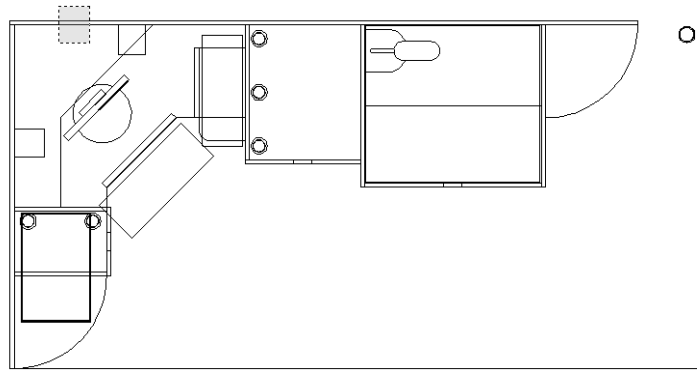

Рис. 6.12 ▼ Для выделения обеих горизонтальных линий задней стенки используется пересекающая рамка
1. С помощью пересекающей рамки (рис. 6.12) выделите две горизонтальные линии, контура задней боковой стенки рабочей зоны.